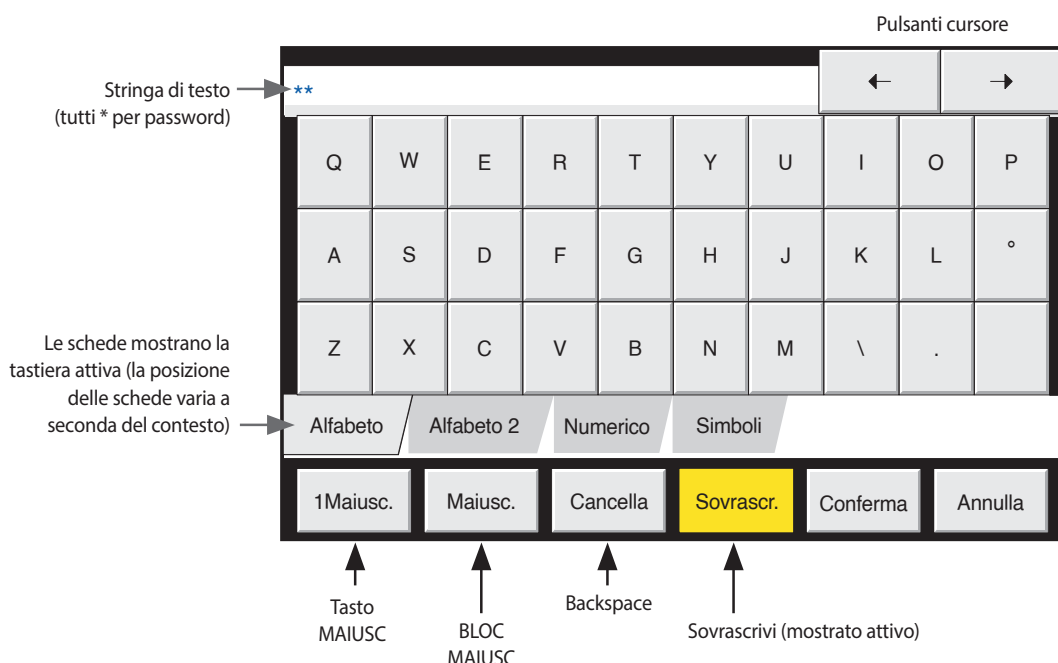

Figura 3.3.2b Tastiera Alfabeto 1
Viene visualizzato il riquadro **Nuova Password** in cui è disponibile una tastiera (vedere l'esempio Figura 3.3.2b Tastiera Alfabeto 1).
- 3 Toccare l'area vuota della password per visualizzare la tastiera (vedere la figura 3.3.2b).